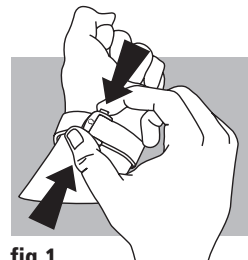

fig. 1
### Valvola a elio (fig. 1)
**Apertura (fig. 1):** per aprire il fermaglio basta premere i due bottoni automatici posti ai due lati della fibbia OMEGA e tirare verso l'alto.